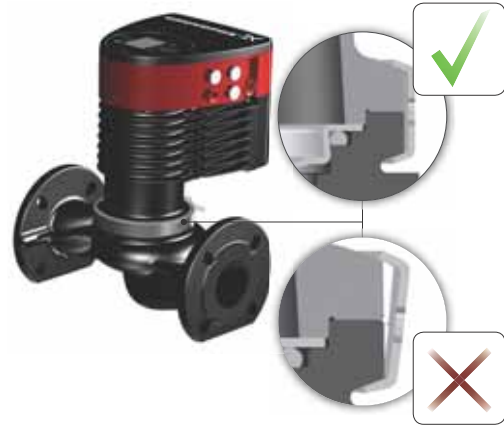

Fig. 9 Instalarea capului pompei la carcasa pompei
3. Asigurați-vă că suprafața de contact a carcasei pompei și cea a capului pompei sunt în contact înainte de strângerea brății. Vezi fig. 9.
Verificați poziția brății înainte de a o strânge. Poziția incorectă a brății va cauza scăpări din pompă cu deteriorarea pieselor hidraulice din capul pompei. Vezi fig. 9.